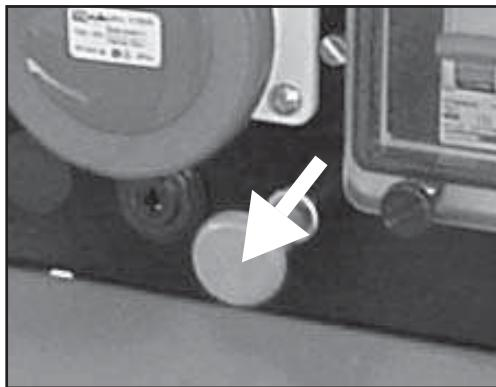

Abb. 8
- 3) Version Motor Ruggerini: den Griff auf der Steuertafel ziehen (siehe Abb. 8); Abwarten bis der Motor komplett abgeschaltet ist. Danach den Schlüssel wieder in die Position „OFF“ drehen